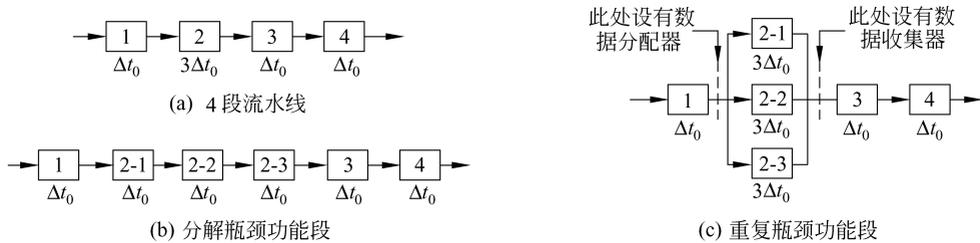

图 3.12 解决流水线瓶颈的方法
(5) 提高吞吐率的方法 主要方法如下:
① 采用快速部件 如快速多位移位线路。
② 改进流水线结构, 解决瓶颈(bottle neck) 流水线中执行时间最长的功能段就是影响流水线吞吐率提高的瓶颈, 解决方法有以下两种。
- 分解瓶颈功能段 就是把瓶颈功能段分解为几个功能段, 如图 3.12(b) 所示。图中的方块表示流水线的功能段, 其中的数字代表着功能段的序号, 其下方为执行时间。原流水线的第 2 段为瓶颈, 如图 3.12(a) 所示。图 3.12(b) 表示把瓶颈分解为 3 个
- 重复瓶颈功能段 如图 3.12(c)所示。其解决瓶颈的方法是,在 1 号功能段的后面设有数据分配器,负责把连续的 3 个任务分别分配给 2-1、2-2 和 2-3 这 3 个功能段,并行执行;而在 3 号功能段的前面设有数据收集器,其功能是依次从 2-1、2-2 和 2-3 这 3 个功能段收集它们的处理结果,并分时传送给 3 号功能段。